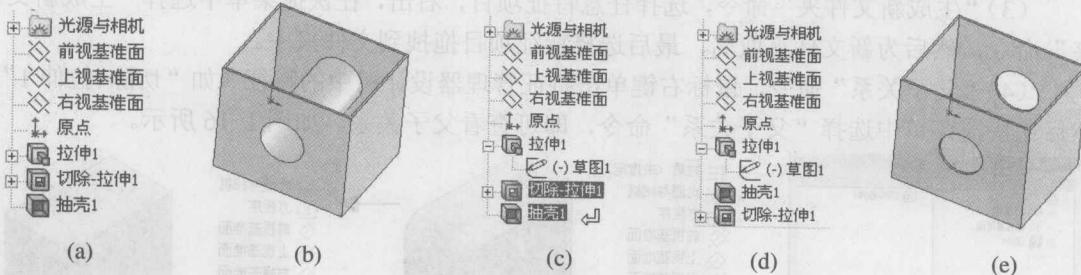

图 1-11 更改特征的生成顺序
(2) 确认和更改特征的生成顺序。可以在特征管理器设计树中拖动及放置项目来重新调整特征的生成顺序，这将更改重建模型时特征重建的顺序。操作方法为：将指针放在特征名称上，按住鼠标左键并将其拖动到设计树中新的位置（上下拖动时，所经过的项目会高亮显示。当释放鼠标左键后，所拖动的特征放在高亮显示的特征之后）。进行上述操作时，鼠标指针显示为 \Lsh 形状，表示重排特征顺序操作是合法的；否则鼠标指针显示为 \Nobreak 形状，如图 1-11 所示。